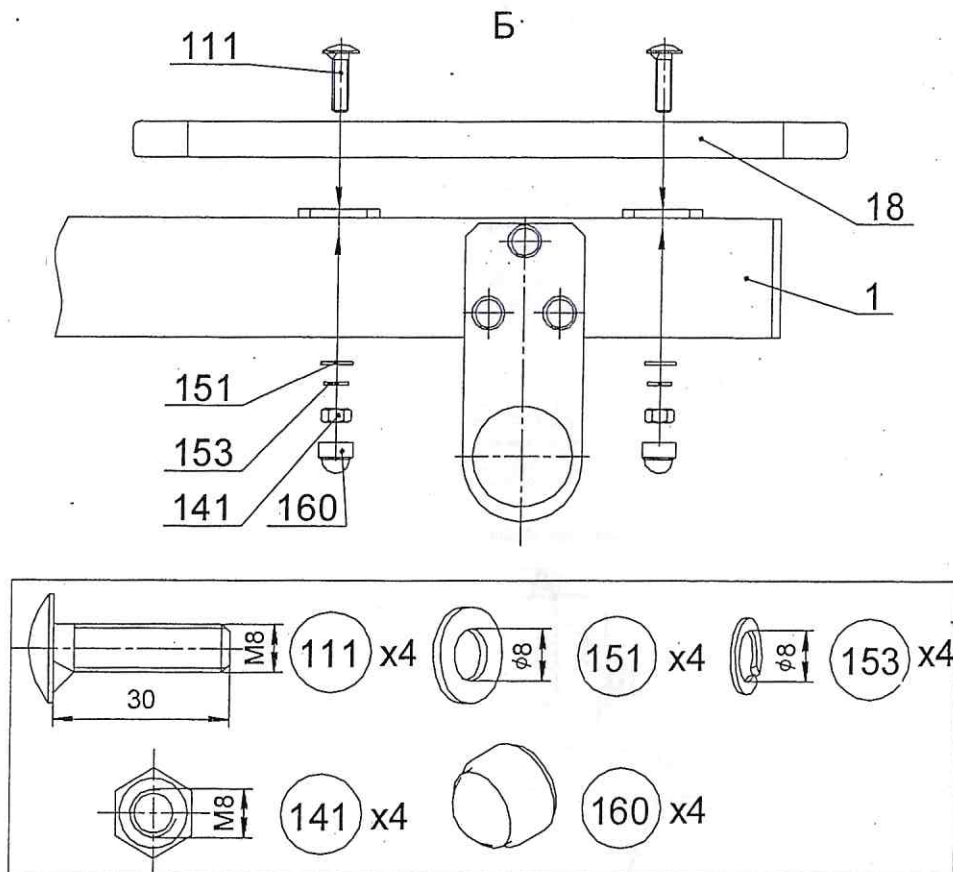

Рис.6
9.3.5 Установить и закрепить сиденье поз.18 (рис.6)